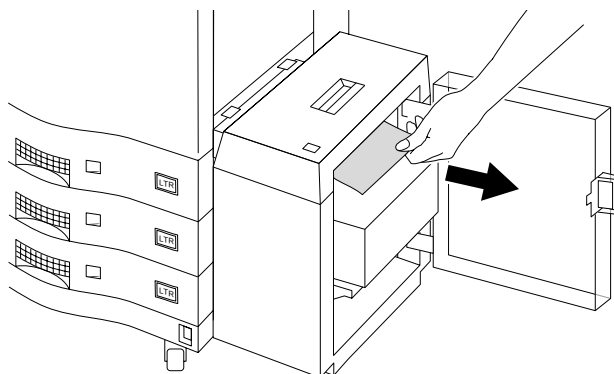

Figura 3-45 Rimozione della carta dall'HCI
2. Controllare la parte superiore della pila di carta dell'HCI e verificare se è presente carta inceppata e rimuovere gli eventuali fogli inceppati presenti nell'area di espulsione della carta o che sembrano accartocciati o difettosi, come mostrato nella Figura 3-45.